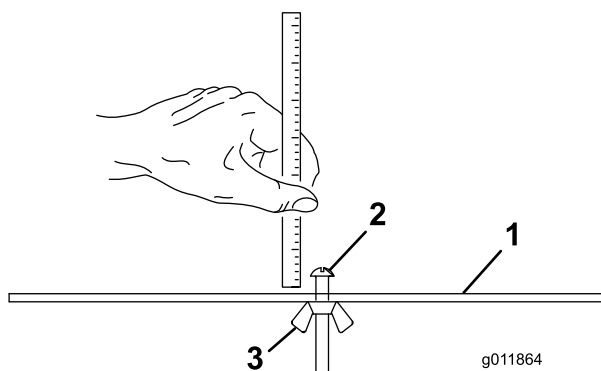

Figura 18
- Desaperte a porca da barra indicadora (Figura 18) e regule o parafuso de ajuste para a altura de corte desejada. A altura de corte corresponde à distância entre a parte inferior da cabeça do parafuso e a superfície da barra.